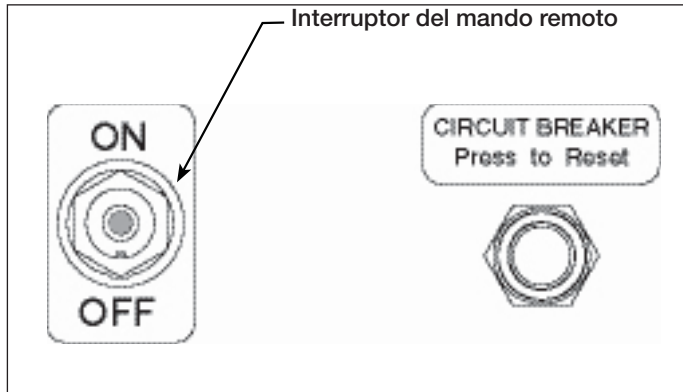

Figura 6, Panel de control de la bomba
5.1 Interruptor de la bomba (véase Figura 6)
4. Conectar la unidad a la red eléctrica. Poner el interruptor de la bomba a ON. Véase Figura 6.